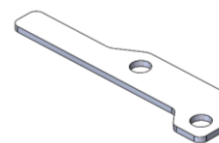
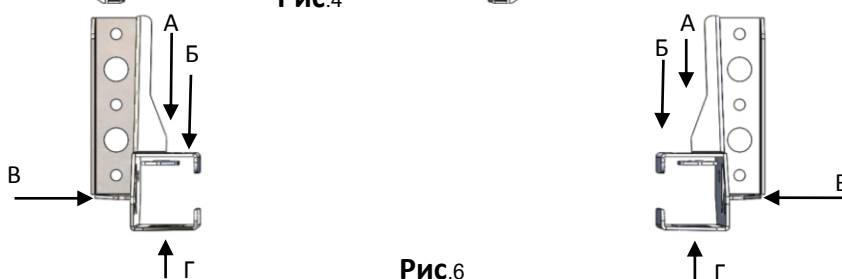

Рис.5
Рис.6
6. Установить кронштейны металлического каркаса на раме автомобиля в местах А и Б - болтами М12Х30*, используя закладные (рис.5), в местах В и Г - болтами М12Х30 (рис.6).